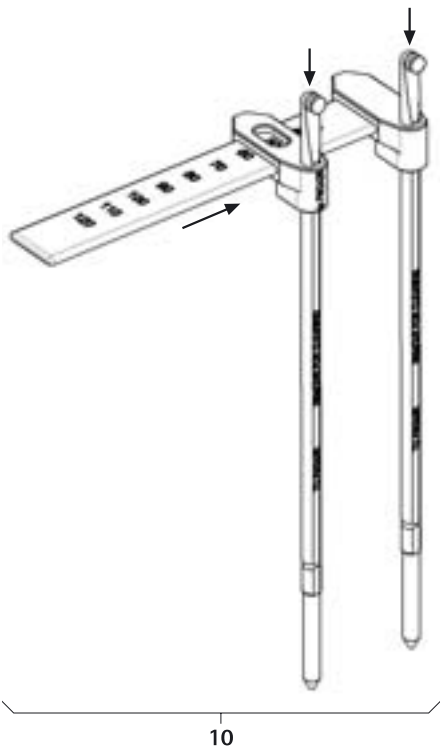

Abb. 10
- Stablängen-Messinstrument 10 montieren, siehe Abb. 10.